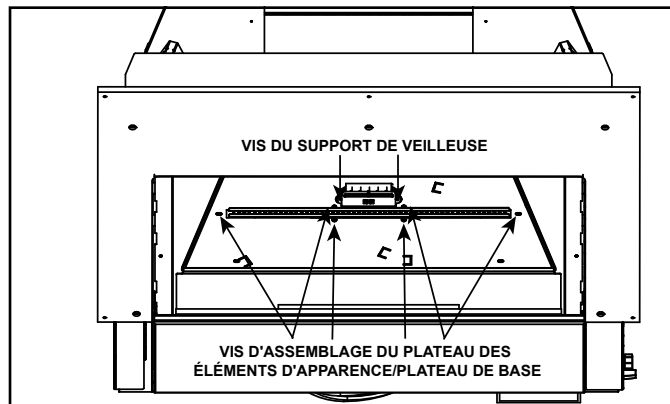

Figure 11.1 Retrait du couvercle du plateau
**Remarque :** Cette vanne de fermeture manuelle du gaz est accessible pour entretien en retirant le plateau de base, le module du brûleur et la plaque de vanne. Voir la figure 11.1.